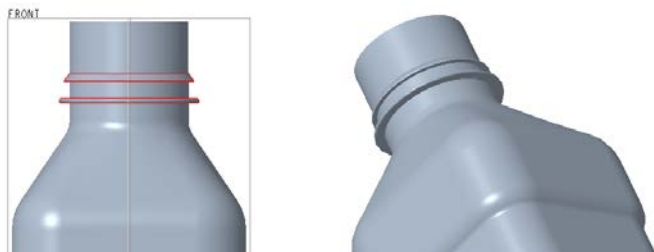

图 13-66 创建旋转实体特征
- 5 默认的旋转角度为 360° ，单击“旋转”选项卡中的“完成”按钮，创建的旋转实体特征如图 13-66 所示。